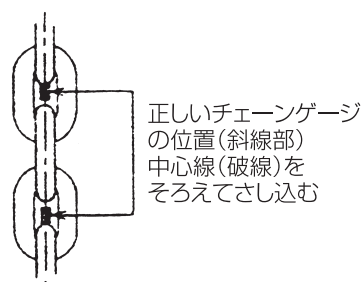

図55
- (2)図55のようにチェーンゲージを差し込んでみて、口がはまり込む場合、線径が許容限度以上になっていますので新しいチェーンと交換してください。